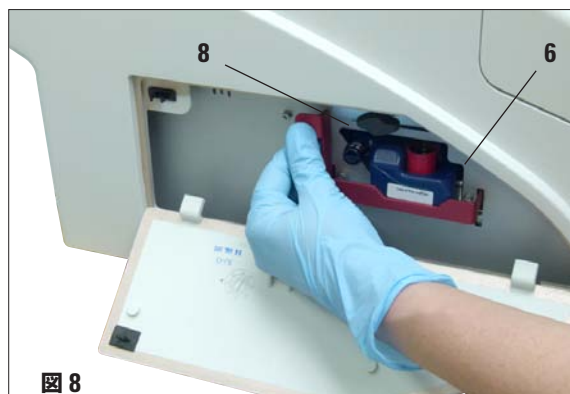

図 8
- 次に新品の黒の搬送用ロケーションプレート（73、図 8）を挿入し、奥まで押し込みます。
- 赤の保護キャップを完全に緩め、情報フラグを取り外し、赤の保護キャップをインクカートリッジに設けられた専用の収納部に取り付けます（6、図 8）。
- その後、赤の保持ブラケットが正しい位置にあること（8、図 8）を確認し、プリンターのドアを閉めます。